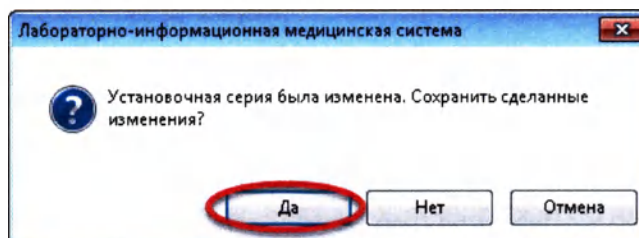

Рисунок 12.41
4. После удаления точки система предложит сохранить сделанные изменения. В открывшемся диалоговом окне нажмите кнопку «Да» (Рисунок 12.41):